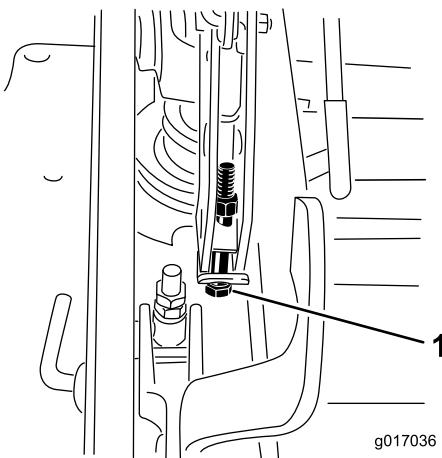

Figure 73
- Si le plateau est trop bas, serrez le boulon de réglage monopoint dans le sens horaire. Si le plateau est trop haut, desserrez le boulon de réglage monopoint dans le sens antihoraire (Figure 73).